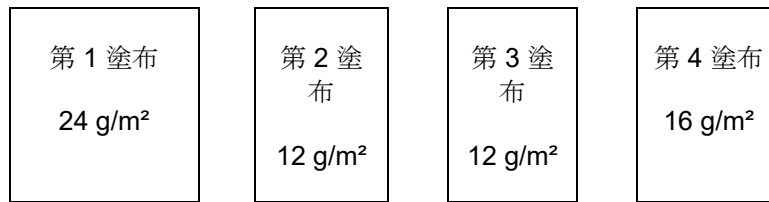

図 8
- 第 2 塗布 (12 g/m²) は第 1 塗布との関係で計算する必要がある、 $12 \div 24 = 0.5$ (50%) となります (図 8 参照)。